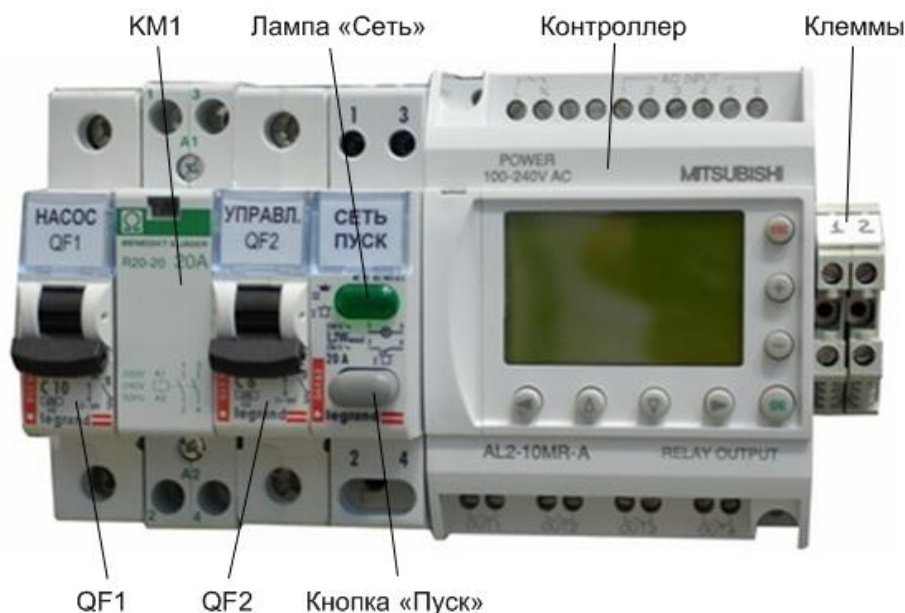

Рис.3 Элементы блока управления.
2.1.4 Блок управления (БУ) (рис.3) предназначен для обеспечения работы установки в автоматическом режиме. В него входят: контактор КМ1, автомат защиты двигателя QF1, автоматический выключатель QF2, кнопка «ПУСК» с индикаторной лампой «Сеть», логический контроллер **Mitsubishi** и клеммы для подключения внешних устройств.